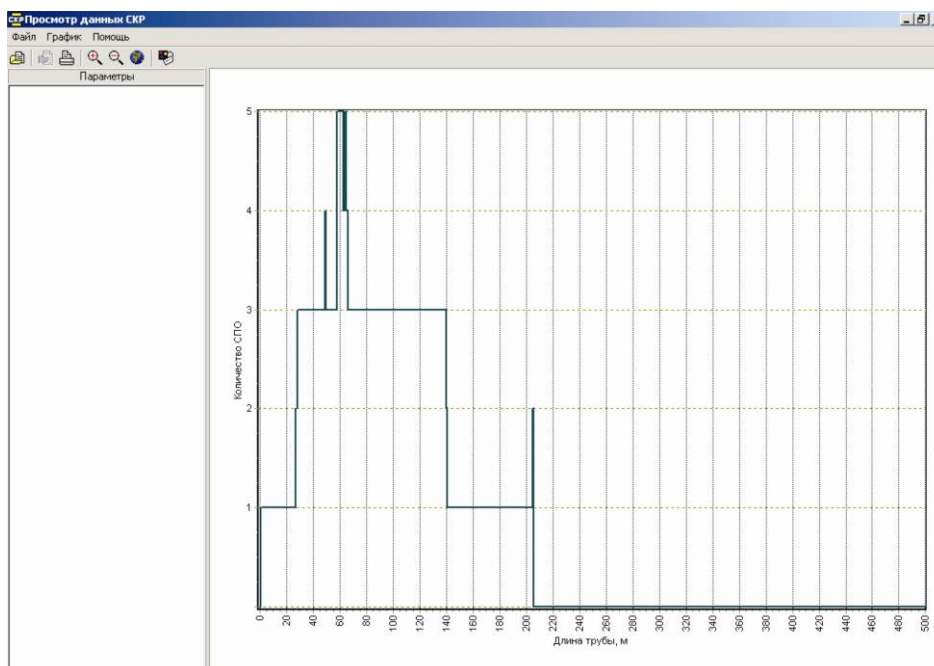

Рисунок 2.16 – Основное окно программы просмотра данных в режиме просмотра файла гистограммы
- 4) Нажать «Открыть». Откроется основное окно программы с загруженным файлом (рисунок 2.16).